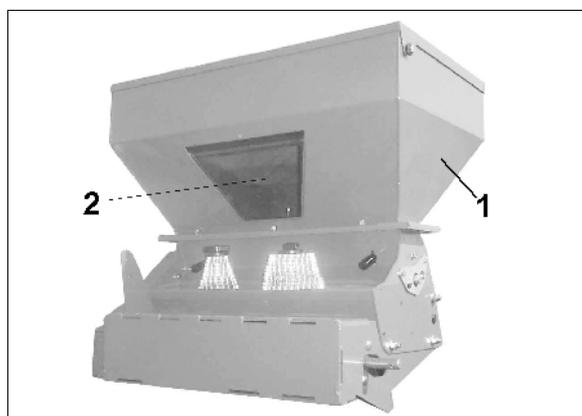

Fig. 8
Trémie (Fig. 8/1) avec
- Regard (Fig. 8/2)